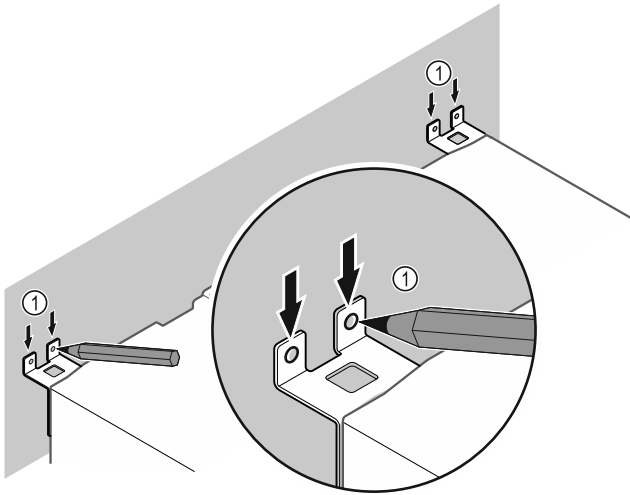

Fig. 10
- ▶ Встановити маркування на стіні Fig. 10 (1).